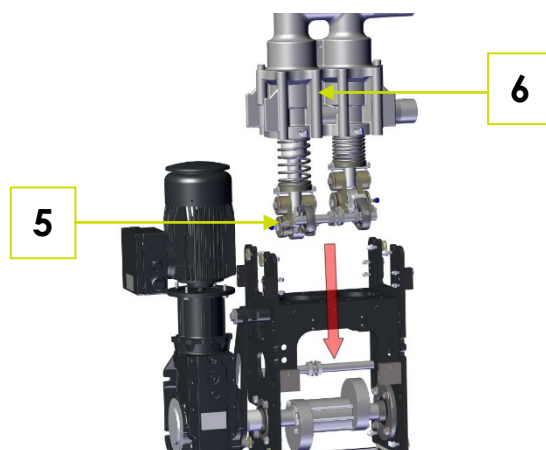

Fig. 7-4 : Montage des axes de transmission de la force transversale, mise en place de l'unité de pompe
1. Insérer l'unité de pompe, y compris les culbuteurs à deux articulations et l'axe de cisaillement (6). (Fig. 7-4 : Montage des axes de transmission de la force transversale, mise en place de l'unité de pompe).